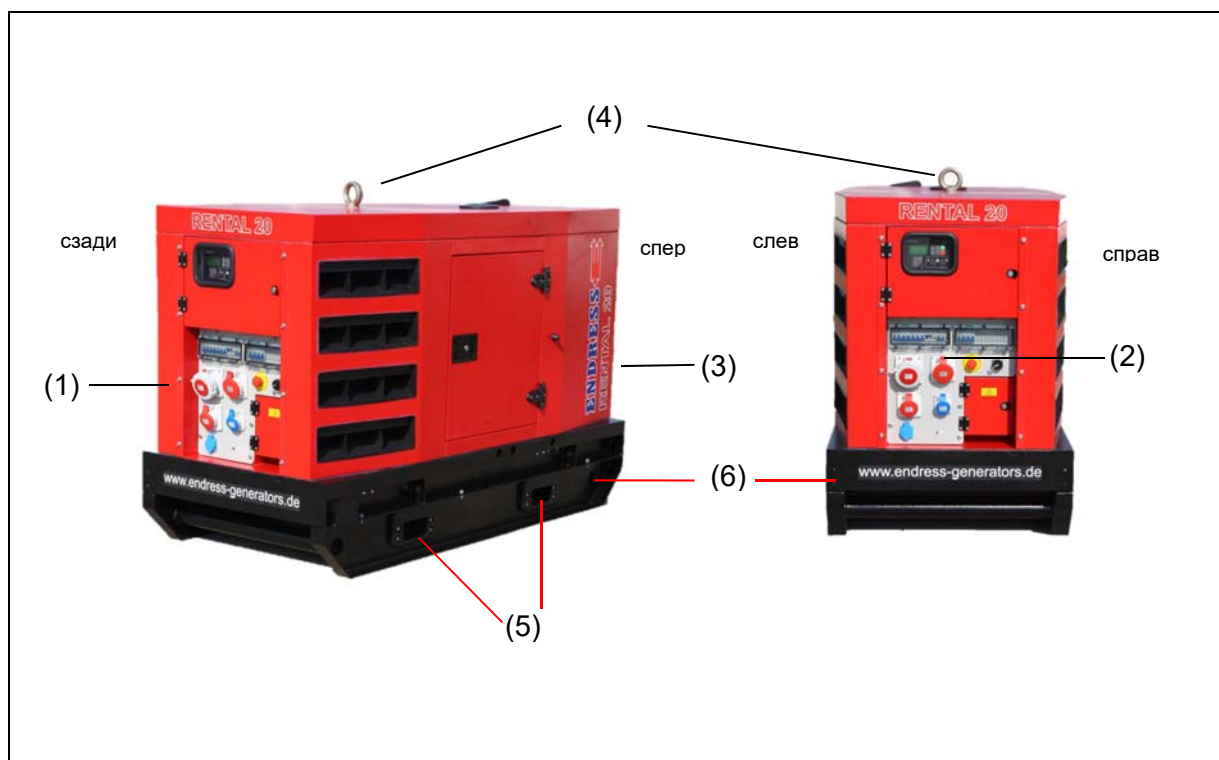

Рис. 6-1: Виды электрогенератора
**Транспортировка** Электрогенератор разрешается перемещать или поднимать только соответствующими массе транспортировочными приспособлениями. Для этого следует использовать специальные транспортировочные приспособления, такие как вилочные проушины или погрузочные проушины для крана. (Рис. 6-1,(4),(5))